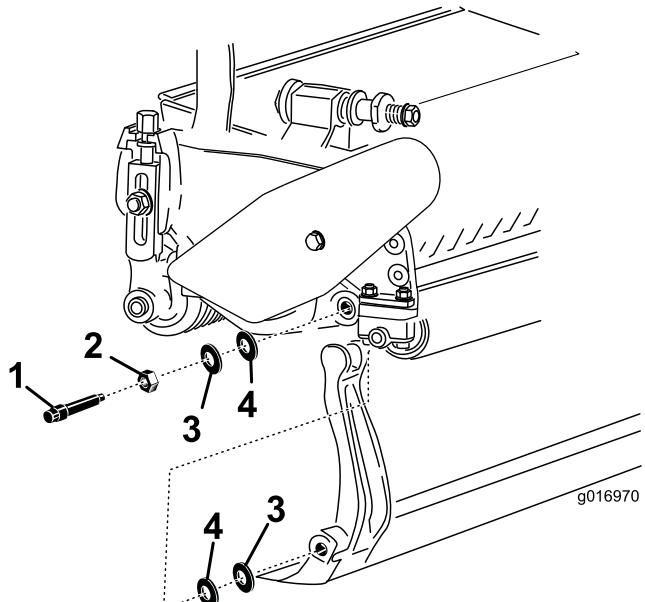

Figura 20
Guarde las 2 arandelas de nylon y la arandela de acero troquelado de cada extremo de la barra de asiento (Figura 20).
- arandela de acero por fuera de cada arandela de nylon (Figura 20).